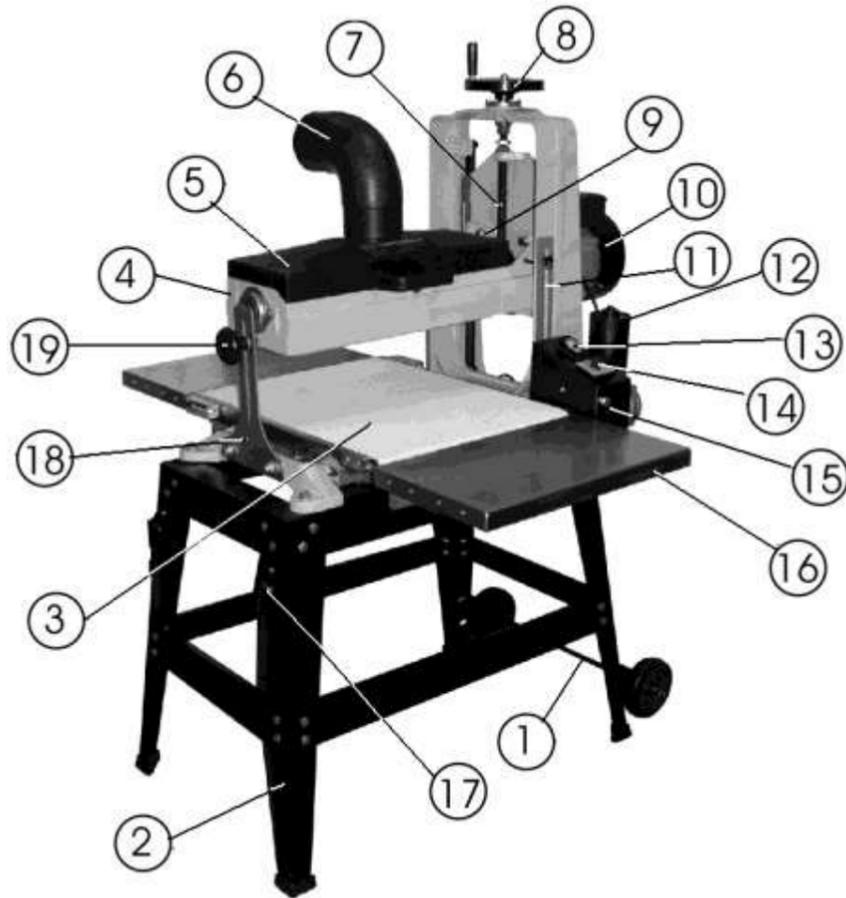

Рис. 4
7.5. Удлинители стола (Рис.4)
8.1. Машина состоит из следующих сборочных единиц и деталей (Рис.4):
9.1. Отклонение шлифовального барабана. (Рис. 4)
-Периодически проверяйте прочность закрепления всех резьбовых соединений рамы с двигателем шлифовального барабана, двигателем стола подачи, шлифовального барабана, стола подачи, Рис.4,9.